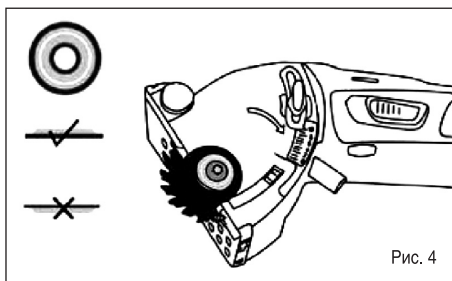

Рис. 4
- Вставьте новое полотно пилы в вал полотна. При этом необходимо следить за тем, чтобы отверстие правильно зафиксировалось и зубья были обращены в направлении, указанном изогнутой стрелкой (рис. 4).
- Вложите предохранительный диск изогнутой стороной вверх на отверстие (рис. 4), вставьте крепежный винт полотна пилы на место и прочно затяните его против часовой стрелки.